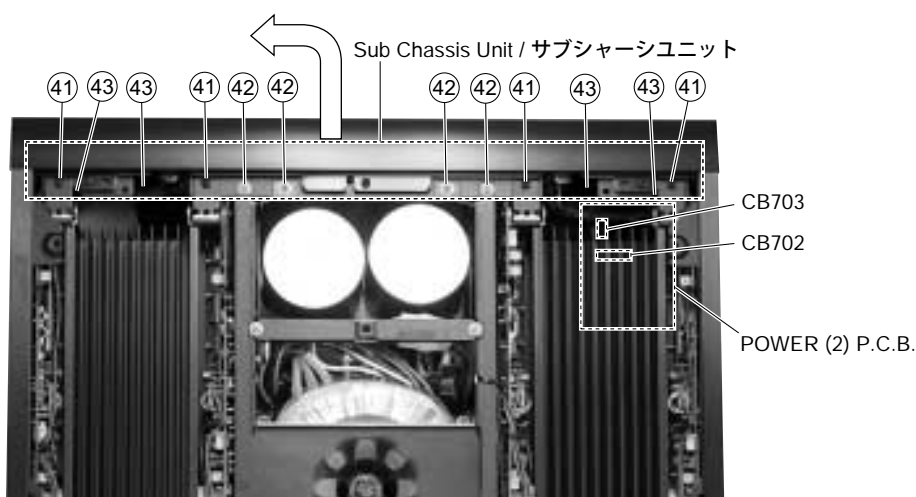

Fig. 18
- c. Remove 4 screws (④①). (Fig. 18)
- d. Remove 4 screws (④②). (Fig. 18)
- e. Remove 4 screws (④③). (Fig. 18)
- f. Remove connectors CB702 (11P) and CB703 (3P). (Fig. 18)
- g. Remove the Sub Chassis Unit. (Fig. 18)
- c. ④①のネジ4本を外します。(Fig. 18)
- d. ④②のネジ4本を外します。(Fig. 18)
- e. ④③のネジ4本を外します。(Fig. 18)
- f. コネクタCB702 (11P)、CB703 (3P)を外します。(Fig. 18)
- g. サブシャーシユニットを取り外します。(Fig. 18)
- j. POWER (1) & (2) P.C.B.を取り外します。(Fig. 18)